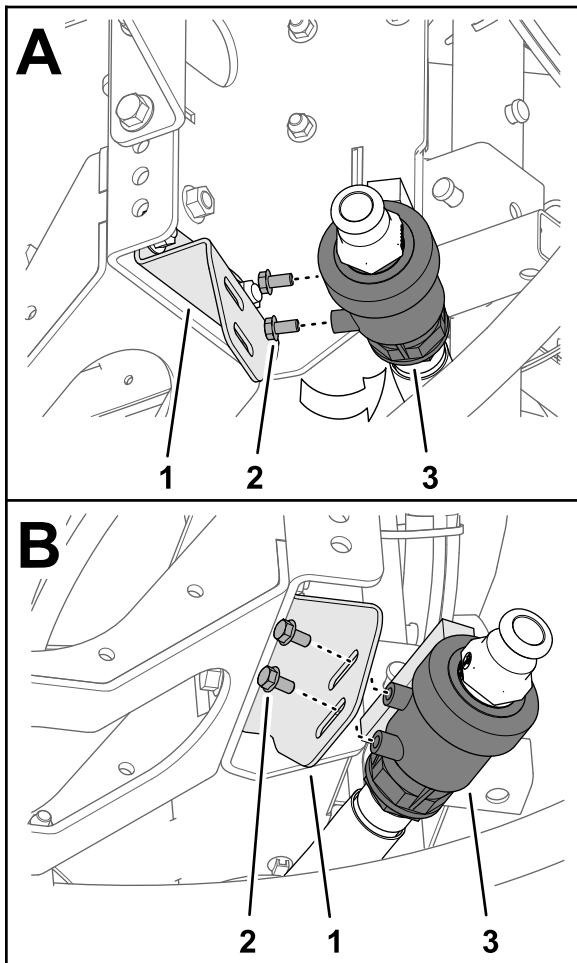

Figure 14
3. Retirez les 2 boulons à embase (5/16 x $\frac{5}{8}$ po) du boîtier de la vanne de vidange (Figure 14).
4. Fixez la vanne de vidange sur son support (Figure 14) à l'aide des 2 boulons à embase (5/16 x $\frac{5}{8}$ po) que vous avez retirés à l'opération 3.